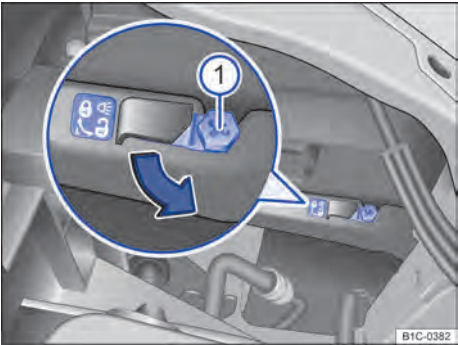

Fig. 174 No compartimento do motor: alavanca de destravamento do farol dianteiro esquerdo.
3.	Destravar a carcaça do farol. Para isso, enfiar a chave de fenda Phillips ⇒ Página 285 na alavanca de destravamento ⇒ Fig. 174 ①.
4.	Girar a chave de fenda em aproximadamente 50° no sentido  ⇒ Fig. 174 (seta), até que ressoe um ruído de “clique” (no farol esquerdo, no sentido anti-horário, no farol direito, no sentido horário).